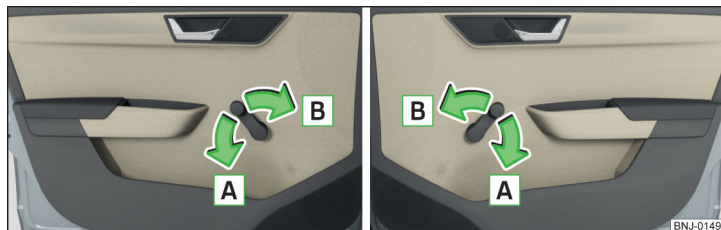

Fig. 38 Operarea geamului: stânga/dreapta
- Pentru **deschidere**, rotiți macaraua în sensul săgeții » fig. 38.